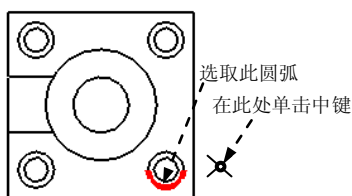

图 5.2.18 选取圆弧
Step3. 在弹出的 **ATTACH TYPE (依附类型)** 菜单中选择 **On Entity (图元上)** 命令，选择图 5.2.18 所示的圆弧，在图 5.2.18 所示的位置单击中键，此时在视图中显示所选圆弧的半径尺寸。